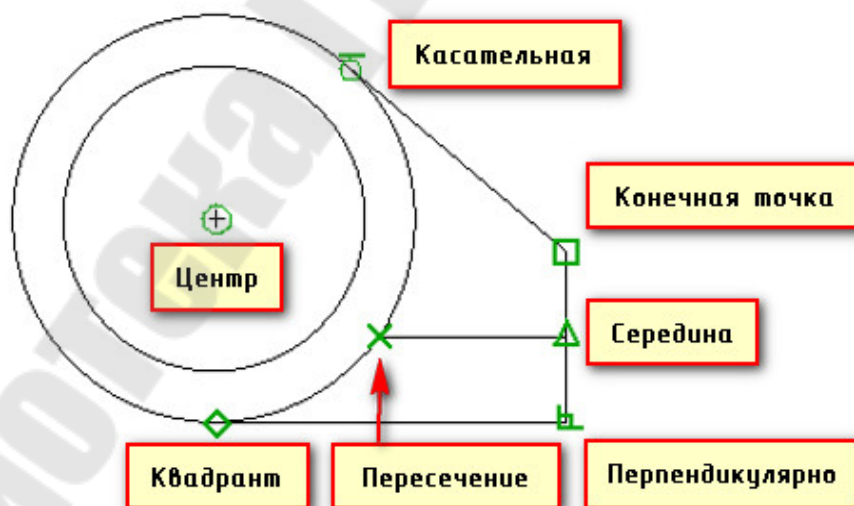

Рис. 2.50. Характерные точки объектной привязки
**Объектная привязка курсора** позволяет привязывать курсор к характерным точкам уже имеющихся объектов на рабочем пространстве чертежа (центры кругов, середины отрезков, места пересечения линий и др.). Примеры некоторых характерных точек приведены на рис. 2.50.